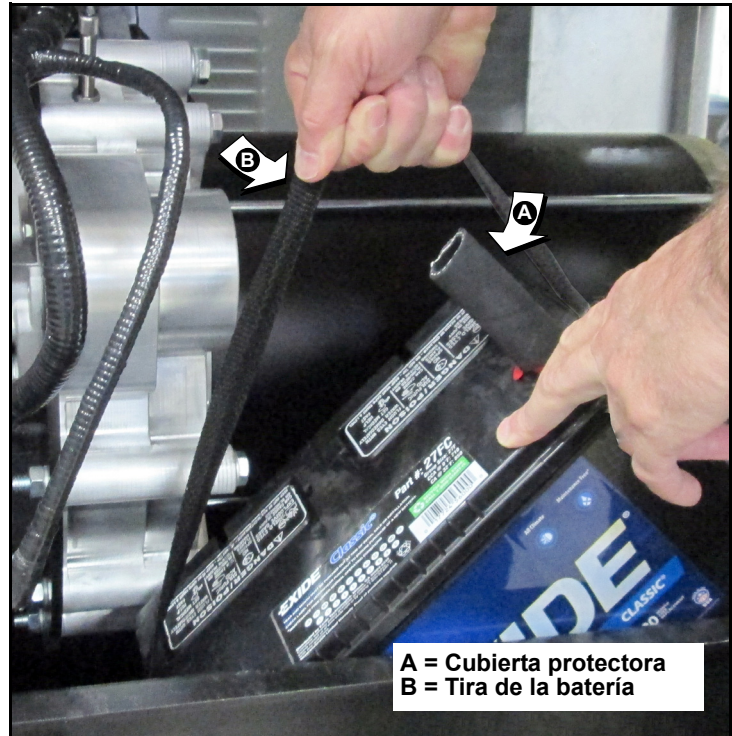

Figura 5-12. Instalación de la batería (modelos 2.3L)
1. Instale la cubierta protectora de caucho sobre el terminal positivo (+) de la batería. Vea A en la Figura 5-12.
3. Cuando la batería se incline hacia un lado, insértela en la abertura. Vea B en la Figura 5-12.